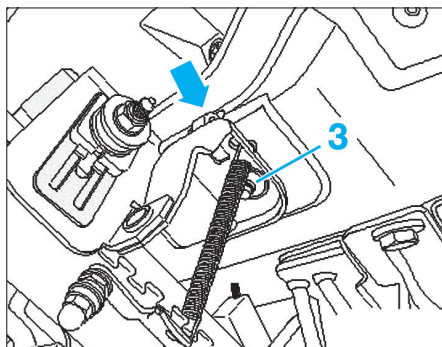
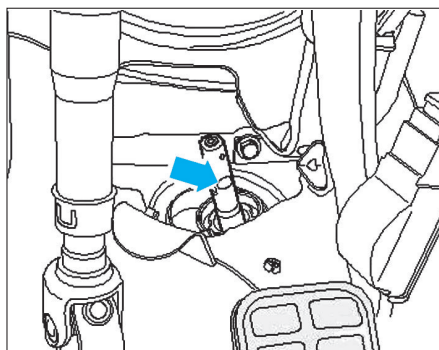

Fig. 7
Fig. 9
• Percer les vis de rupture (3) ou les casser avec un brin approprié (Fig.7).
- Lors du montage de la colonne de direction, veiller à ce que les crochets (flèche) s'encliquettent dans la traverse (Fig.7).
- Serrer les vis de rupture (3) jusqu'à la rupture de la tête.
- Tenir compte de l'encoche sur le mécanisme de direction (flèche) lors de la mise en place de l'arbre de pont sur le mécanisme de direction (Fig.9).